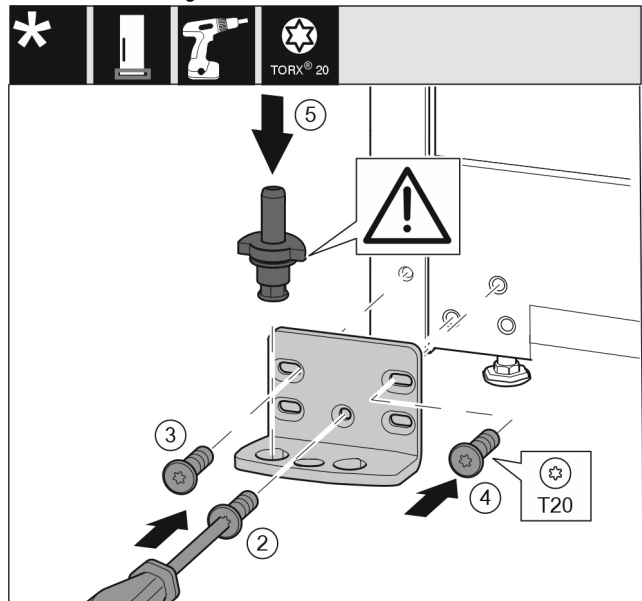

Fig. 15
- Sätt på lagerbocken på andra sidan och skruva fast den med hjälp av en skruvmejsel T20. Börja med skruv 2 längst ner i mitten. Fig. 15 (2)
- Dra åt skruvarna 3 och 4. Fig. 15 (3,4)
- Sätt in lagerbulten helt och hållet. Se till att låskammen är vänt bakåt. Fig. 15 (5)